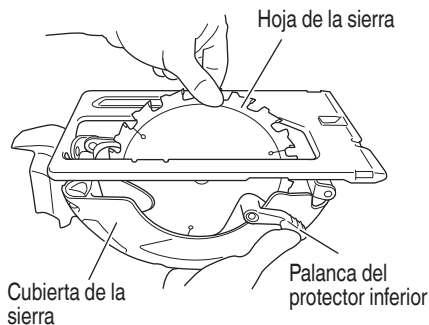

Fig. 7
- (2) Suelte el botón de bloqueo, bloquee el husillo y quite el perno izquierdo y la arandela (B2) con la llave macho hexagonal.
- (3) Mientras mantiene sujeta la palanca del protector inferior para mantenerlo totalmente replegado en el interior de la cubierta de la sierra, retire la hoja (Fig. 7).